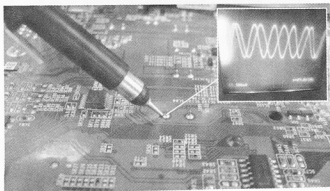

图 5-31 27MHz 波形
(5) 测量 27MHz 时钟正常 (注: 示波器问题导致重影), 如图 5-31 所示。